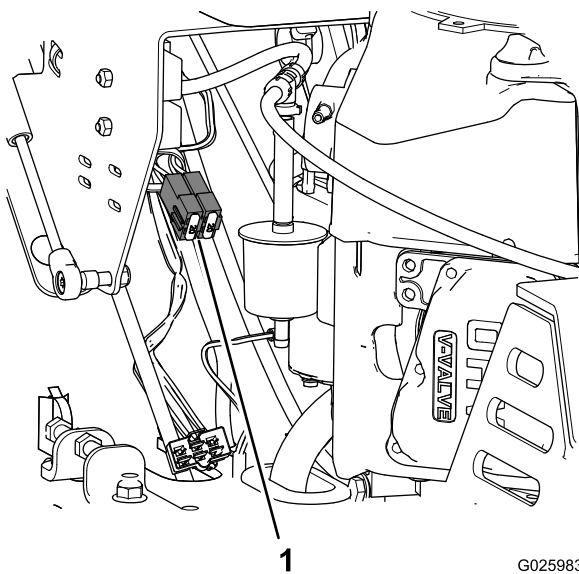

Figure 46
- Sortez le fusible de son emplacement dans le porte-fusibles (Figure 46).
- Insérez un fusible de même type et de même intensité dans l'emplacement dans le porte-fusibles (Figure 46).